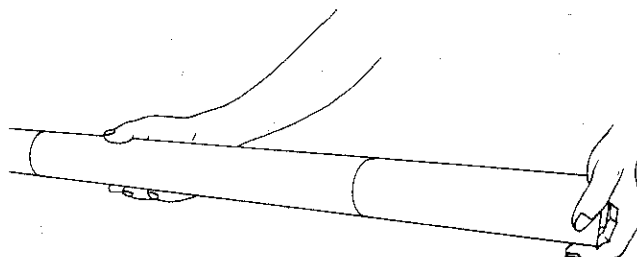

Abbildung 28
(14) Nach Herausziehen der Spule diese mit einem Gummiband sichern. (Abbildung 28)